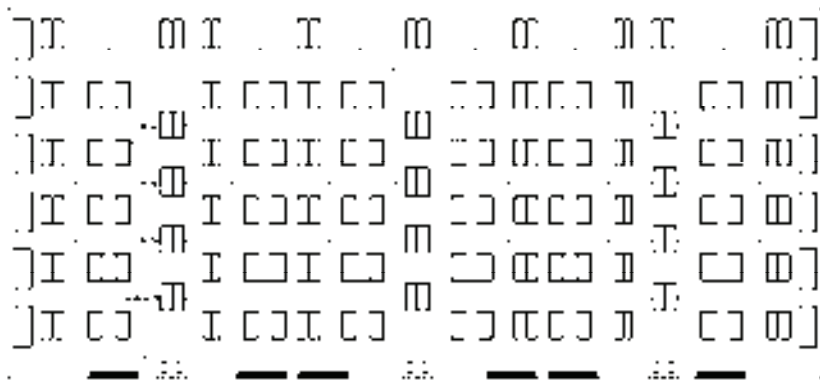

图 14-133 偏移线段
8) 绘制立面装饰线。调用“偏移”命令，偏移线段，结果如图 14-133 所示。